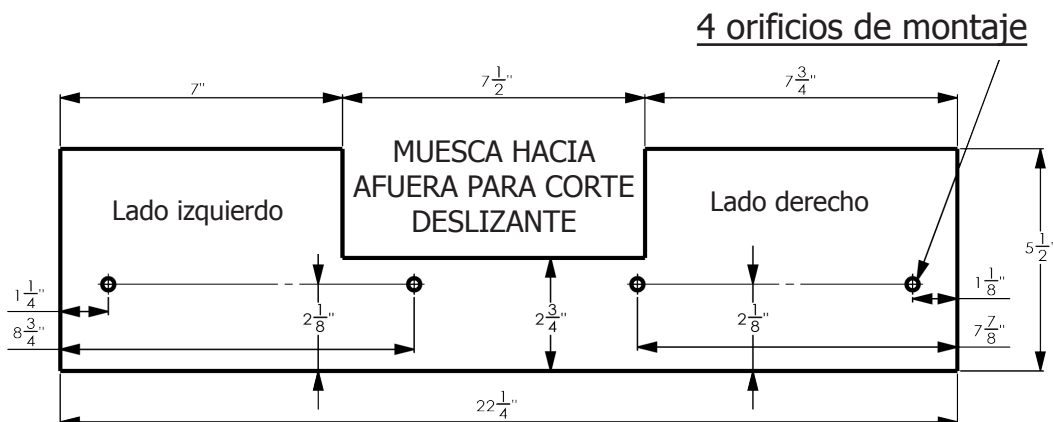

Figura 25
1. Consulte la Figura 25 para conocer las dimensiones de la guía tope auxiliar.
7. Se deberá cortar la muesca que se muestra en la Figura 25 para poder llevar a cabo cortes deslizantes con la guía tope auxiliar.